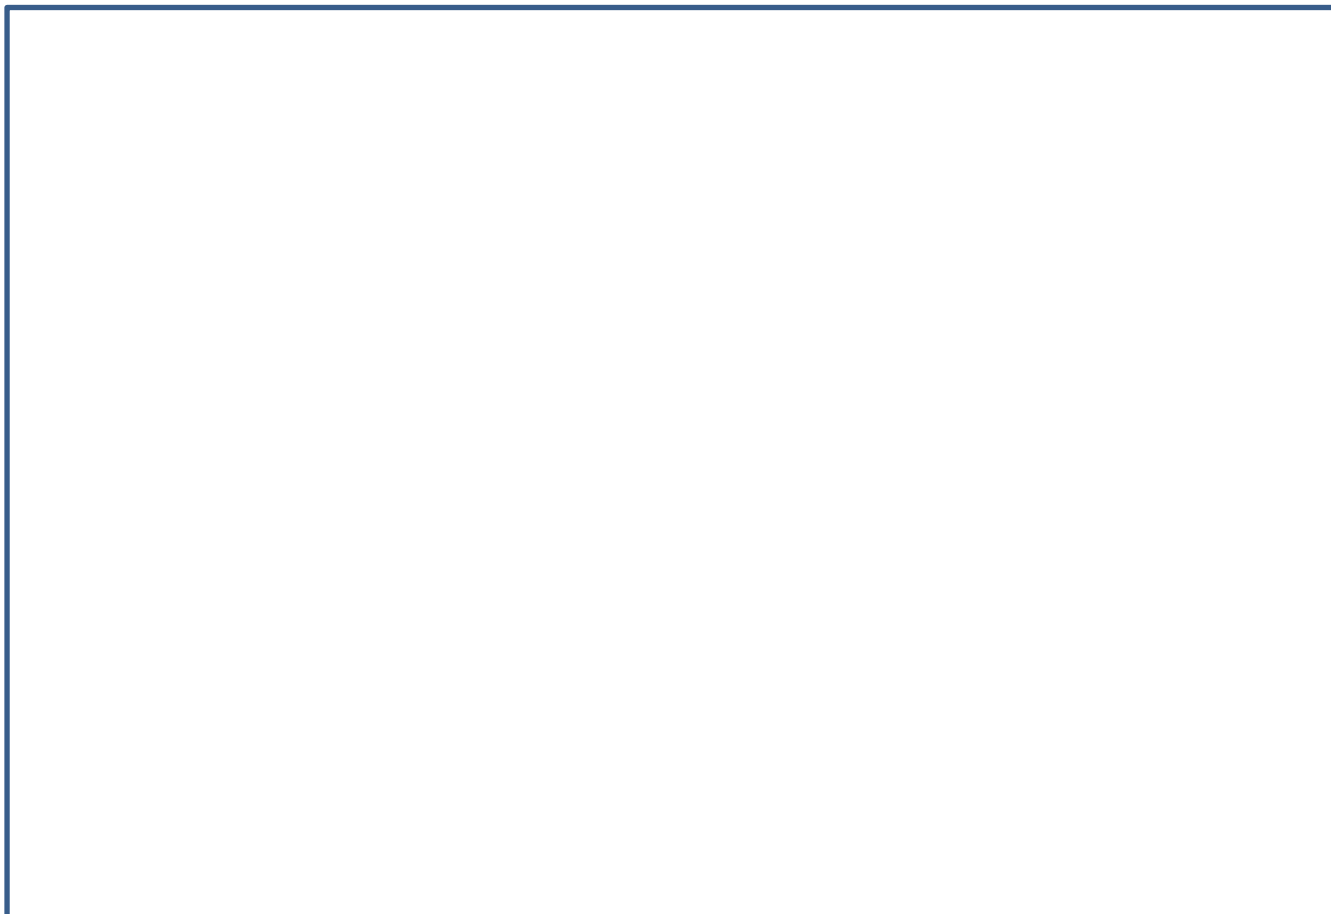

Рисунок 3. Окно утилиты конфигурирования
2. Запустить утилиту конфигурирования «LERS DTD» (см. рисунок 3), выбрать необходимый COM-порт и установить связь с устройством. Убедиться, что информация об устройстве корректно отображается.